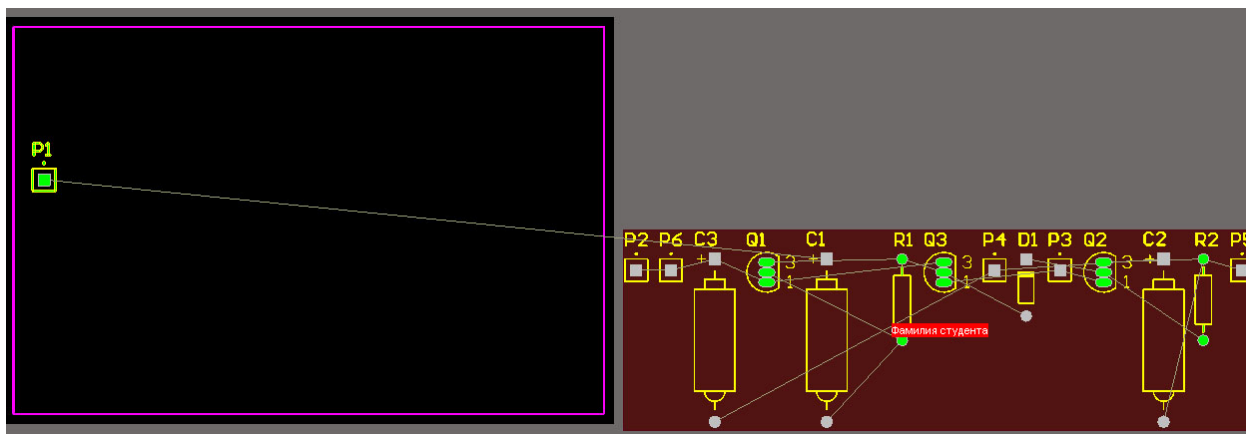

Рисунок 9
1) Навести курсор на контур контакту *Pl*, натиснути і утримувати ліву кнопку миші. Курсор набуде форми перехрестя і переміститься в точку прив'язки компонента. Продовжуючи утримувати ліву кнопку миші, перетягнути компонент до лівого краю плати (компонент не повинен виходити за межі плати) і розмістити його в поточній позиції, відпустивши кнопку миші. Звернути увагу, що лінії з'єднань переміщуються разом з компонентом. Результат показаний на рис. 9.